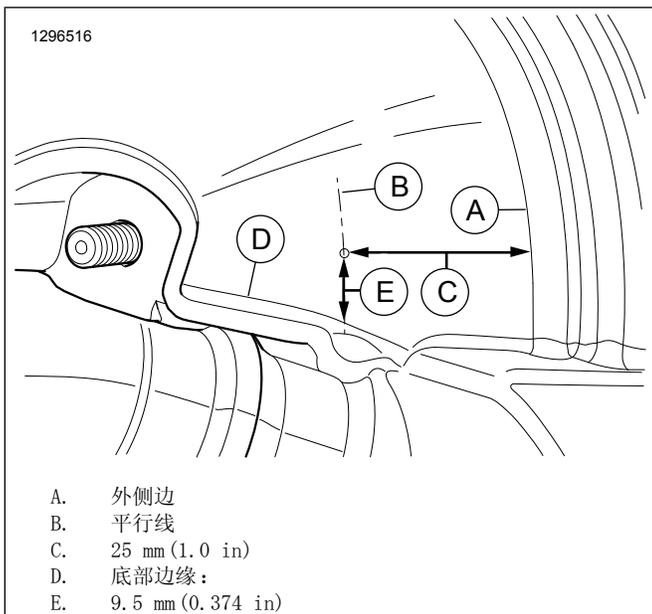

图10。钻孔位置
12. 参见图10。从外侧边缘(A)开始,标记指定距离(C)的平行线(B)。